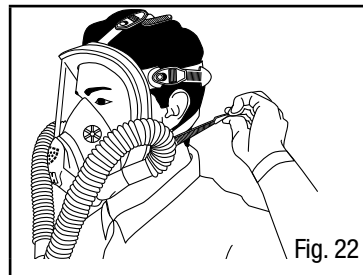
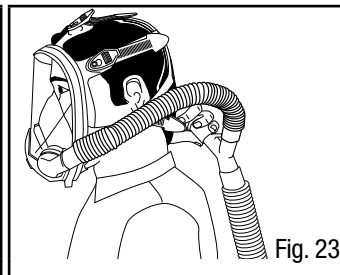

Fig. 22
Fig. 23
**Note:** You may find it easier to lift the breathing tube over the head so it rests at the front of the body, which allows the bottom straps to be tightened more easily (Fig. 22). After tightening the straps, lift the breathing tube over the head so it rests at your back (Fig. 23).
**Remarque :** Le fait de soulever le tuyau de respiration par-dessus de la tête de manière qu'il repose à l'avant du corps peut faciliter le resserrement des courroies inférieures (Fig. 22). Après avoir serré les courroies, soulever le tuyau de respiration par-dessus la tête de sorte qu'il repose sur le dos (Fig. 23).